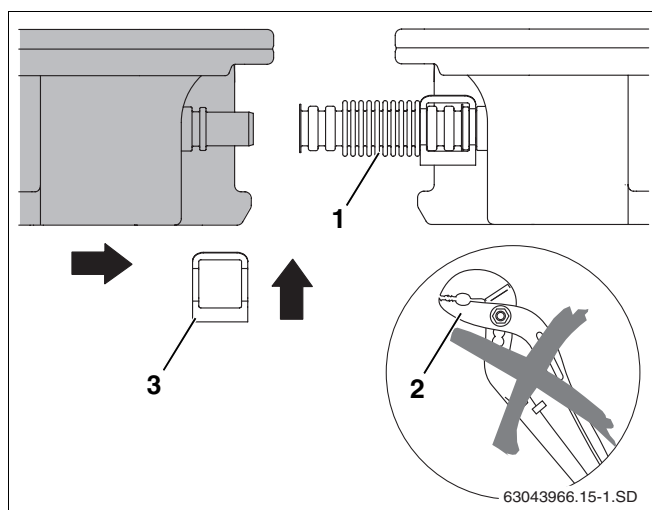

Fig. 25 Deslizar el segundo colector hasta el primero
- ▶ No utilice herramientas tales como alicates (fig. 25, **pos. 2**). Estos pueden dañar la unión del tubo ondulado haciéndola inservible.
- ▶ Deslice el segundo colector hacia el primer colector de tal forma que las conexiones del colector se deslicen hasta entrar en las uniones de tubo ondulado (fig. 25, **pos. 1**) montadas previamente en el primer colector.
- ▶ Introduzca la segunda abrazadera (fig. 25, **pos. 3**) sobre la unión del tubo ondulado y la conexión del colector.